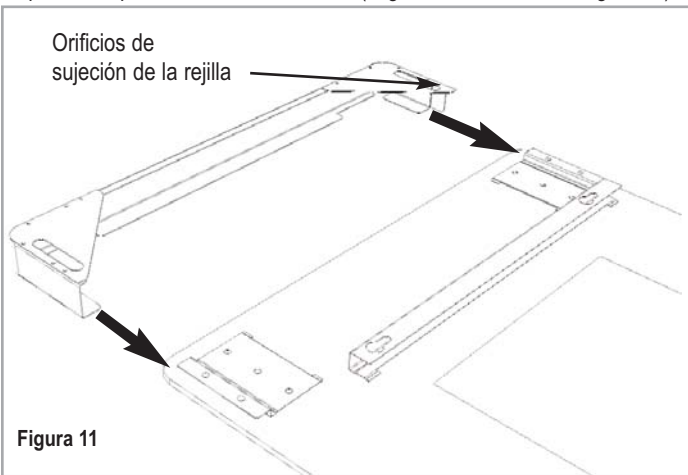

Figura 11
2. Deslícelo por las piezas laterales y asegúrese de que los orificios de fijación de la rejilla (que se ilustran) queden alineados hacia la parte superior del panel decorativo de vidrio (según se muestra en la figura 11).